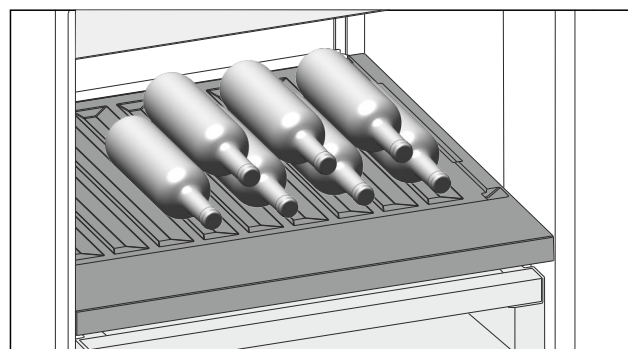

Fig. 109
- ▶ Flaschen mit dem Boden nach hinten zur Rückwand einlegen. (siehe Fig. 109)